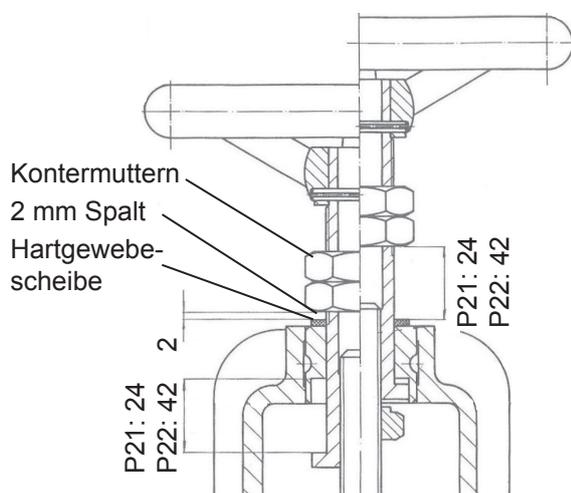
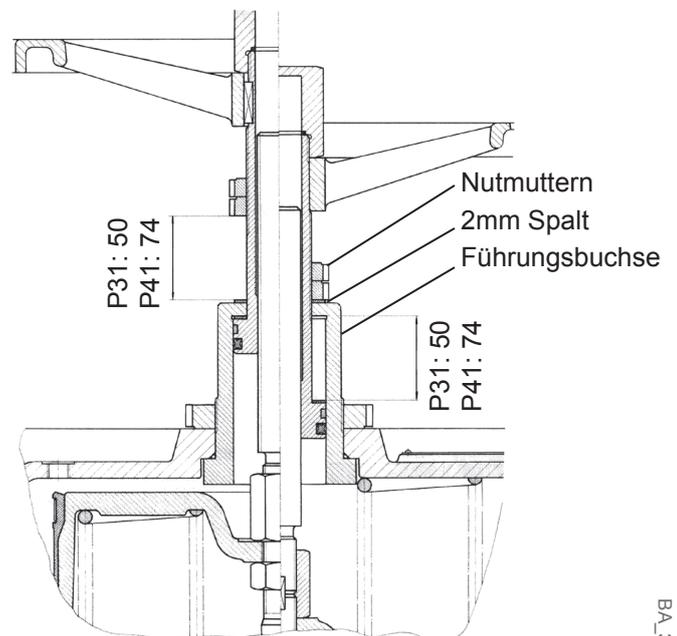

Abb. 20: Einstellmaße für P21 und P22 mit Handeingriff (in mm)
Abb. 21: Einstellmaße für P31 und P41 mit Handeingriff (in mm)
- Stellen Sie sicher, dass die Kontermuttern bzw. Nutmuttern unterhalb des Handrads immer so eingestellt sind, dass der volle Hub abgefahren werden kann. Siehe Abb. 20 und Abb. 21.